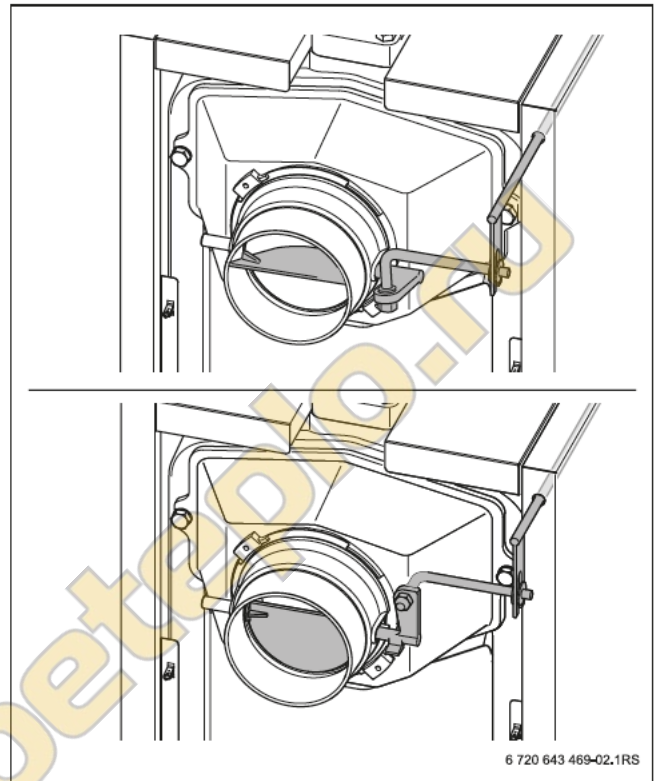

Рис. 8 Дымовая заслонка (вверху открыта; внизу закрыта)
- ▶ Чтобы предотвратить потери тепла в дымовой трубе, по возможности в зависимости от тяги прикройте дымовую заслонку (→ рис. 8, нижний). Если дымовые газы выходят плохо (недостаточная тяга), то снова откройте дымовую заслонку (→ рис. 8, верхний).
- ▶ Откройте дымовую заслонку для снижения выхода дыма в помещение при загрузке топлива (→ рис. 8, верхний).
- ▶ Закройте загрузочную дверцу [1] и дымовую заслонку (→ рис. 8, стр. 9).